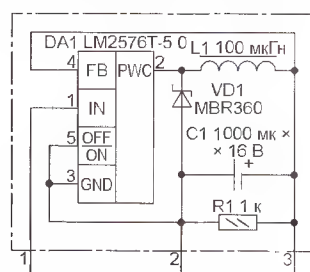

Рис. 7
**Замена микросхемы 7805 импульсным стабилизатором напряжения (рис. 7 <<http://www.porlidas.gr/Regulators/Reg5V.GIF>>).** КПД линейных интегральных стабилизаторов напряжения 7805 и им подобных значительно ухудшается с увеличением разности входного и выходного напряжения. У импульсных стабилизаторов этот показатель значительно выше. Чтобы построить узел, способный заменить